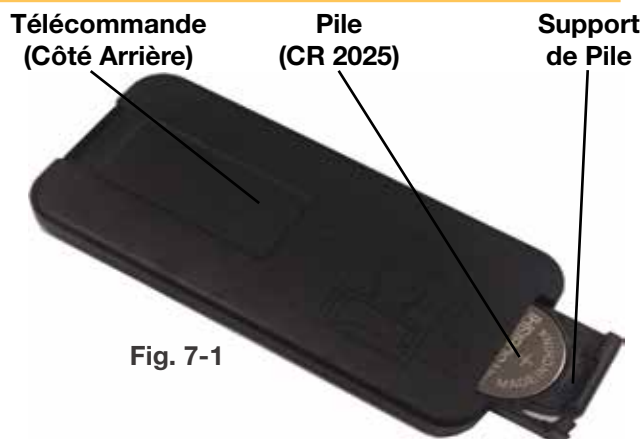

Fig. 7-1
2. Pour retirer le support de pile, tournez la télécommande vers l'arrière et appuyez sur le levier latéral gauche vers le centre tout en tirant le support de pile à l'aide de la fente fournie (**Fig. 7-1**).